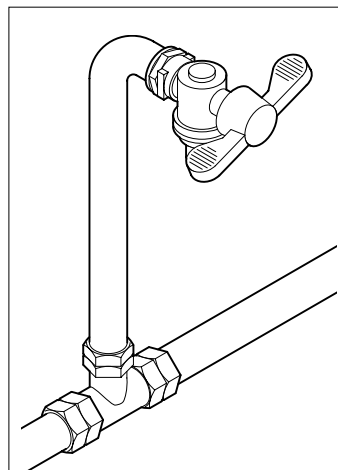

Abb. 6.3
- falls nicht schon vorhanden, installieren Sie an zugänglicher Stelle einen Hahn, um gegebenenfalls das Gerät von der Leitung trennen zu können (Abb. 6.3).